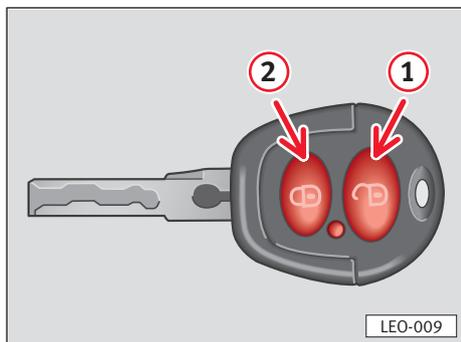

Fig. 51
- Es necesario utilizar las **dos** llaves que se entregan con el vehículo, la llave **provista de emisor de radiofrecuencia** (A) y la llave convencional (B).
- La llave (B) se utilizará para accionar el encendido, y la llave (A) será la llave a programar.
- Colocar la llave (B) en posición de contacto dentro de la cerradura de dirección y arranque.
– Con la llave (A), cerrar de forma mecánica a través de la cerradura de la puerta del conductor.
– A continuación, **abrir y cerrar** de forma mecánica la cerradura de la puerta del conductor mediante la llave (A), manteniendo presionado al mismo tiempo el pulsador (1) **Abrir** de la llave en cuestión ⇒ fig. 51.